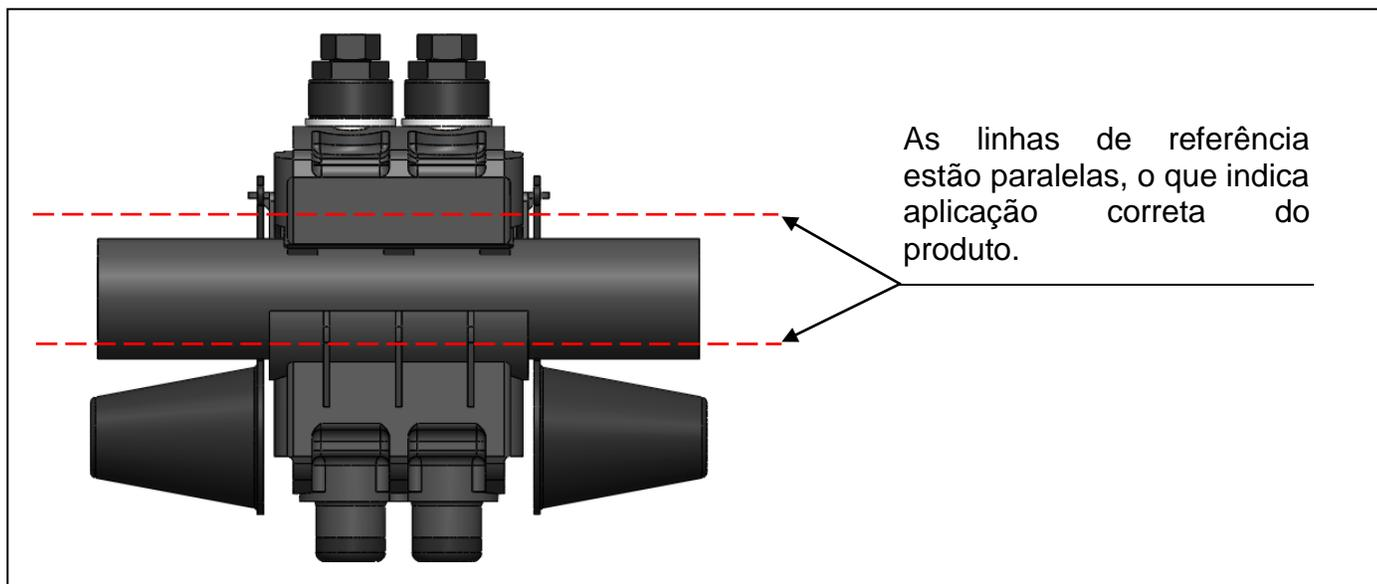

Figura 4
**3.4** AS CABEÇAS TORQUIMÉTRICAS DEVEM SER ROSQUEADAS UM POUCO DE CADA VEZ ATÉ A QUEBRA DAS CABEÇAS FUSÍVEIS DE MODO QUE OS BARRAMENTOS PERFUREM O CABO UNIFORMEMENTE, CONFORME A FIGURA 4. UTILIZANDO UMA CHAVE SOQUETE OU ESTRELA 17 mm, INICIE O PROCESSO DE APERTO DAS CABEÇAS TORQUIMÉTRICAS.